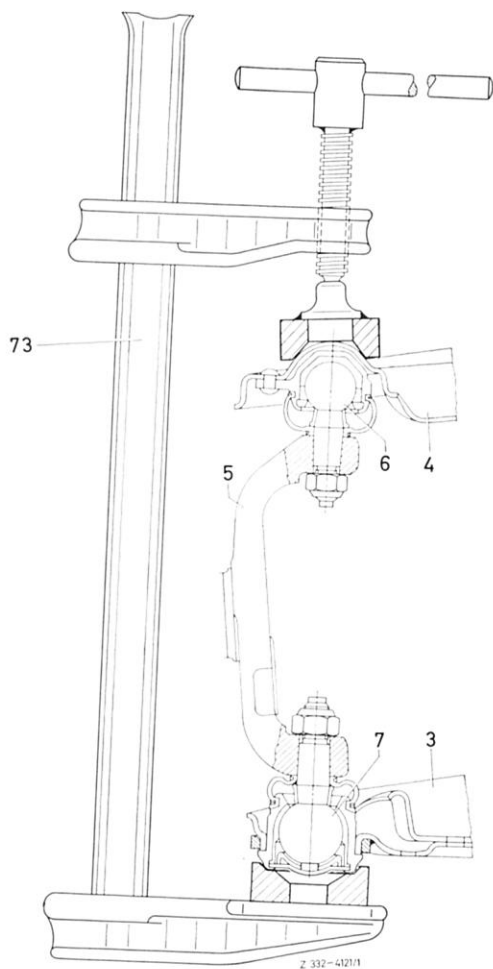

Bild 33-8/11
15 Trag- und Führungsgelenk am Achsschenkel befestigen. Darauf achten, daß der Sitz des Kugelbolzens für das Führungsgelenk fettfrei gehalten wird. Anziehdrehmoment der Sechskantmutter am Führungsgelenk ca. 6 mkp, am Traggelenk ca. 8 mkp (Bild 33-8/1).
16 Falls sich beim Anziehen der Sechskantmutter der Kugelbolzen am Führungs- oder Traggelenk mitdreht, die Spannvorrichtung (73) einsetzen und die beiden Kugelgelenke zusammenspannen (Bild 33-8/11). Siehe auch Arb.-Nr. 33-6.
17 Lenkspurhebel montieren, dabei neuen Halter für Bremsschlauch verwenden. Anziehdrehmoment der Sechskantschrauben ca. 8 mkp (Bild 33-8/1).
18 Bremsleitung und Bremsschlauch verbinden (Bild 33-8/2).